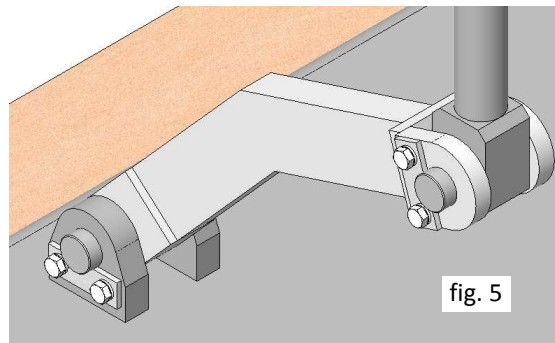

fig. 5
- Monter le levier d'actionnement sur le panneau (fig. 5).